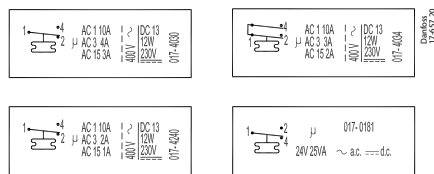

Fig. 7
Contact load: See switch cover or fig. 7.
Kontaktbelastning: Se kontaktdækslet eller fig. 7.
Schaltleistung: Siehe Kontaktdeckel oder Abb. 7. Die Kennzeichnung, z.B. 10 (4) A, 400 V ~ AC, gibt an, dass bei 400 V maximal 10 A ohm'sche und 4 A induktive Belastung angeschlossen werden dürfen. Der maximale Einschaltstrom beim Einschalten eines Motors (L.R.) darf bis zum siebenfachen der induktiven Belastung betragen – jedoch max. 28.